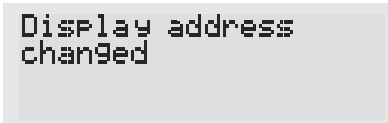

Fig. 3
- Tramite i tasti ↓↑ selezionare il valore voluto, e confermare ripremendo il tasto enter. Se il valore selezionato è diverso da quello memorizzato precedentemente apparirà la maschera di Fig. 3 e il nuovo valore verrà memorizzato nella memoria permanente del display.
- Use the ↓↑ buttons to select the desired value, and confirm by pressing enter again. If the value selected is not the same as the one saved previously, the screen shown in Fig. 3 will be displayed, and the new value will be saved to the permanent memory.